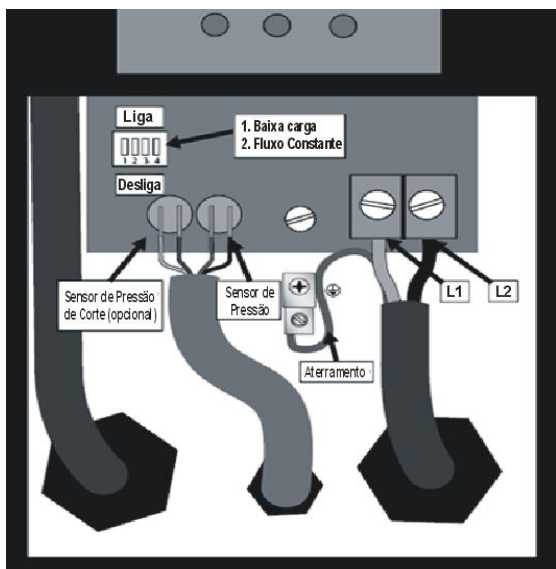

Figura 3
5. Caso seja instalado adicionalmente um sensor para a pressão de corte (pressão máxima com vazão zero) ele também deverá ser conectado dentro do inversor, conforme figura 3;
7. Utilize prensa cabo e conduíte (o conduíte não é fornecido com o equipamento) para manter o grau de proteção IP-66 (Nema 4) da carcaça do inversor. Instale o prensa cabo no orifício do conduíte posicionado em frente aos conectores de linha L1 e L2 (figura 3);
Caso seja necessário ajustar a sensibilidade de subcarga, desligue a energia e permita que o Inversor descarregue. Espere 5 minutos para que as tensões internas se dissipem e localize a micro-chave seletora. Use uma pequena chave de fenda (fornecida) para mover a posição 1 para “Liga” como mostrado na figura 3.
Se for necessário ajustar o controle de pressão, desligue a energia e permita que o inversor descarregue. Espere 5 minutos para que as tensões internas se dissipem e localize a micro-chave seletora. Use uma pequena chave de fenda (fornecida) para mover a posição 2 para “Liga” como mostrado na figura 3.